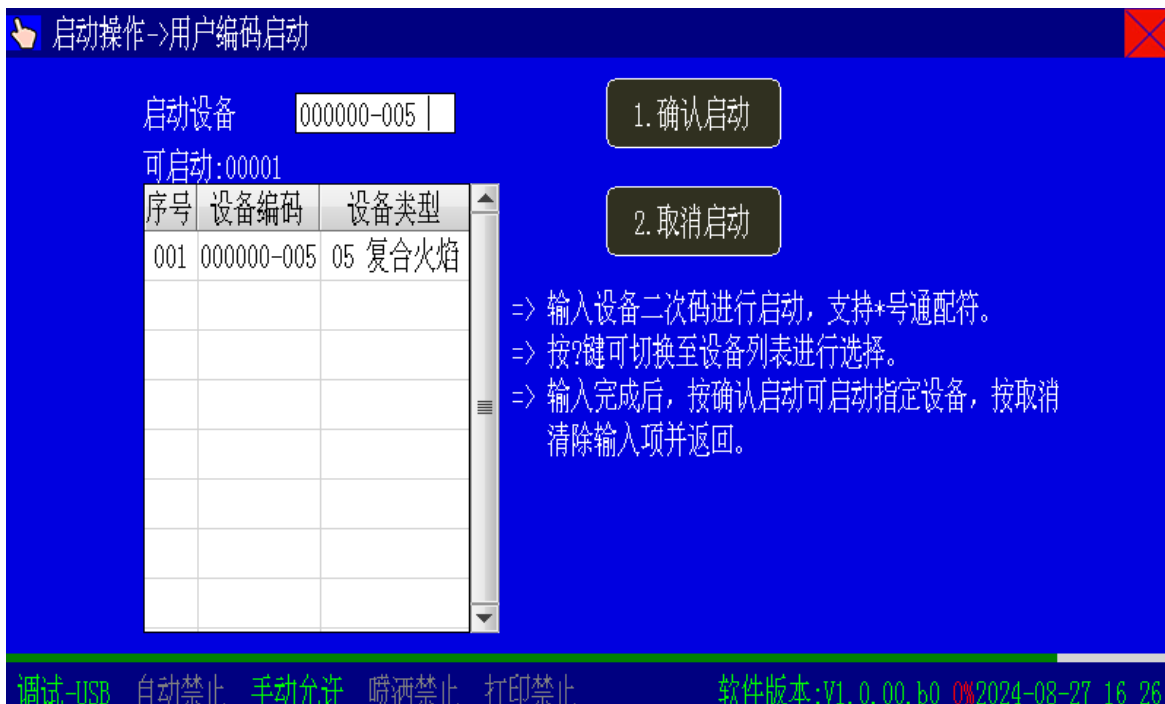

图 4-54
- 在图 4-52 界面下选择“2.用户编码启动”，进入按照用户编码启动界面，如图 4-54 所示。